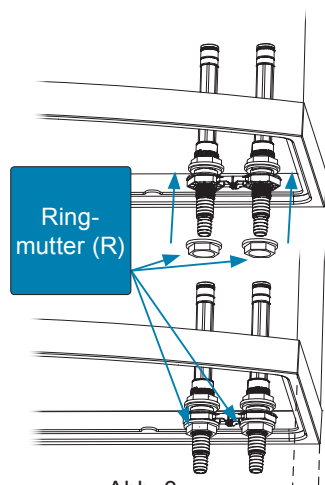
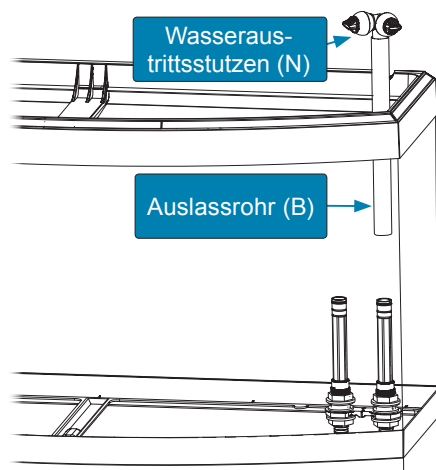

Abb. 3
Abb. 4
3. Öffnen Sie den Schrank. Drehen Sie die Ringmutter (R) auf das untere Ende des Verbindungsrohres (A) und befestigen Sie die Ringmutter. (Abb. 3)
4. Schieben Sie den Wasseraustrittsstutzen (N) in das eine Ende des Auslassrohres (B).
5. Schieben Sie das Auslassrohr (B) auf das Verbindungsrohr (A). (Abb. 4)
6. Stellen Sie die Höhe des Wasseraustrittsstutzens Ihren Bedürfnissen gemäß ein, indem Sie das Auslassrohr (B) am Verbindungsrohr (A) entlang schieben.
- Öffnen Sie den Schrank. Drehen Sie die Ringmutter (R) auf das untere Ende des zweiten Verbindungsrohres (A) und befestigen Sie die Ringmutter. (Abb. 3)